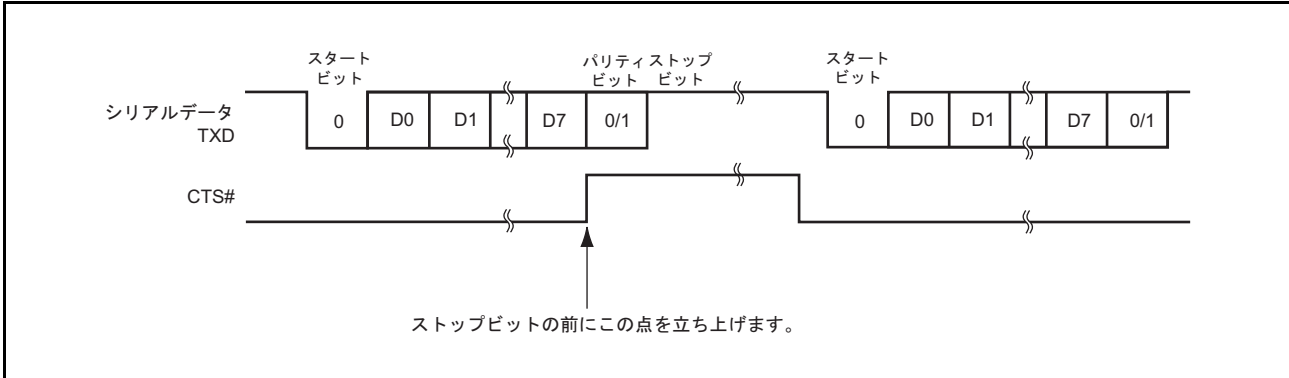

図 25.6 モデムコントロールを使用した動作例 (CTS#)
4. モデムコントロールを許可した場合、CTS# 端子への入力レベルによって送信を停止／再開することができます。CTS# 端子に High が入力されると、送信中のときは1 フレームの送信終了後マーク状態 (High) になります。CTS# 端子に Low が入力されると、次の送信データがスタートビットを先頭に出力されます。モデムコントロールを使用した動作例を図 25.6 に示します。